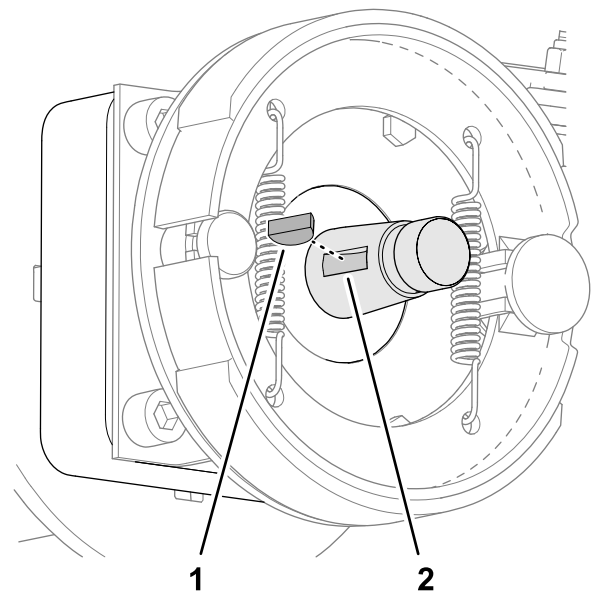

図 83
2. ホイールモータのシャフトに半月キーを取り付ける図83。